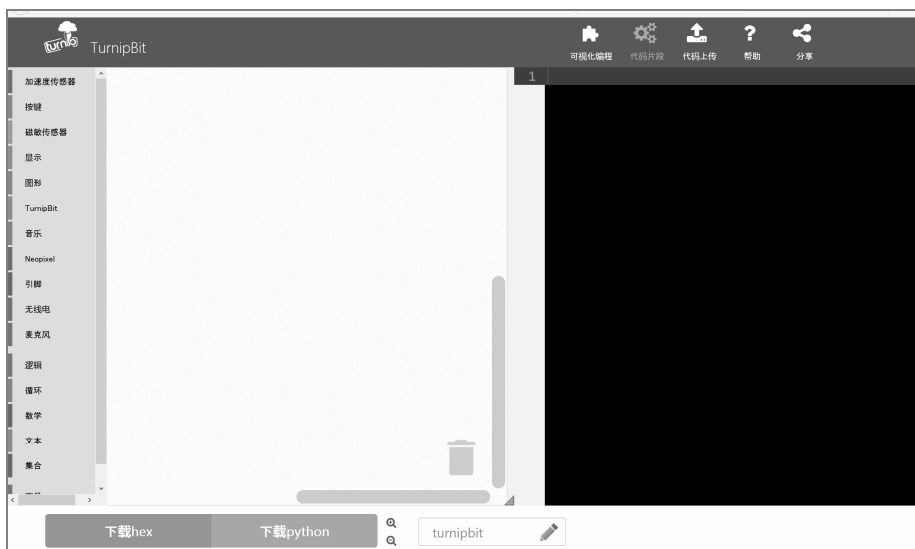

图 3-1 TurnipBit 编程界面
① 打开官方网站 <http://www.turnipbit.com/>，点击“开始编程”按钮进入编程界面，进行基础的模块化拼插编程的学习，如图 3-1 所示。